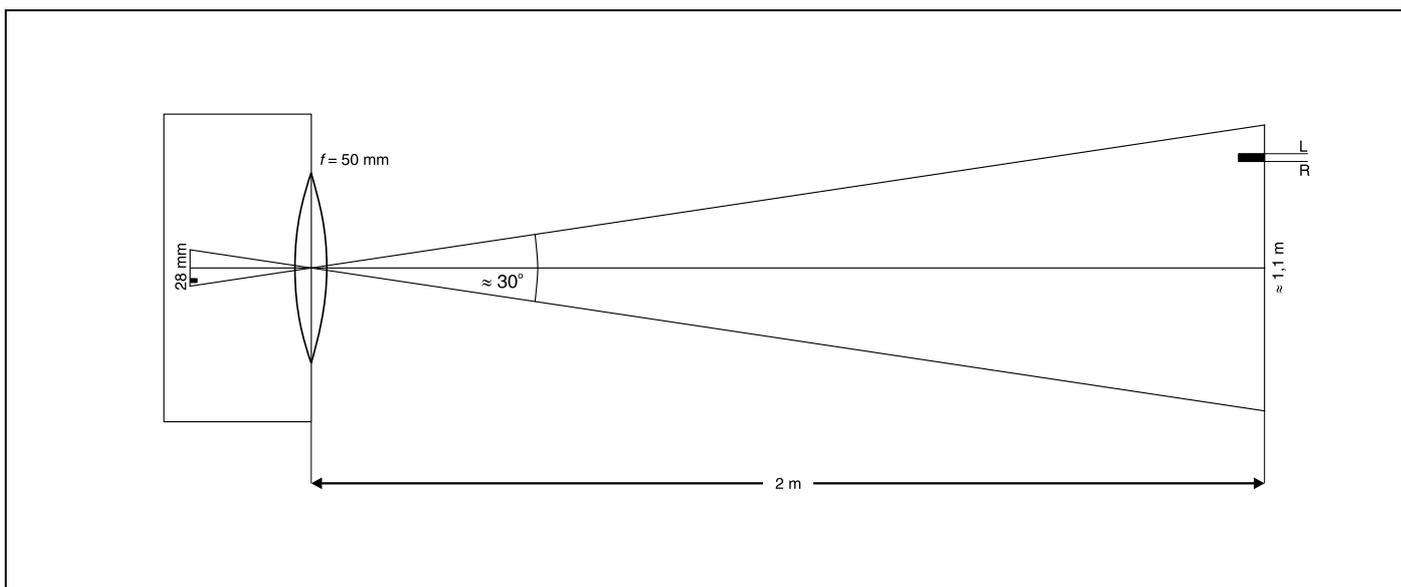

Fig. 4
En el registro movimientos (véase la Fig. 4) la cámara busca los reflejos de la lámina retrorrefleora (véase también 3.3). Cuando estos han sido encontrados, en el visualizador LC ⑦ de VideoCom se indica su número, su ancho máximo en % y sus posiciones. La abertura del diafragma del objetivo debe estar al mínimo y el objetivo debe estar focalizando al infinito (en general esto es suficiente a causa de la alta profundidad de campo). Para el ajuste adicional se ha probado con éxito los siguientes procedimientos: